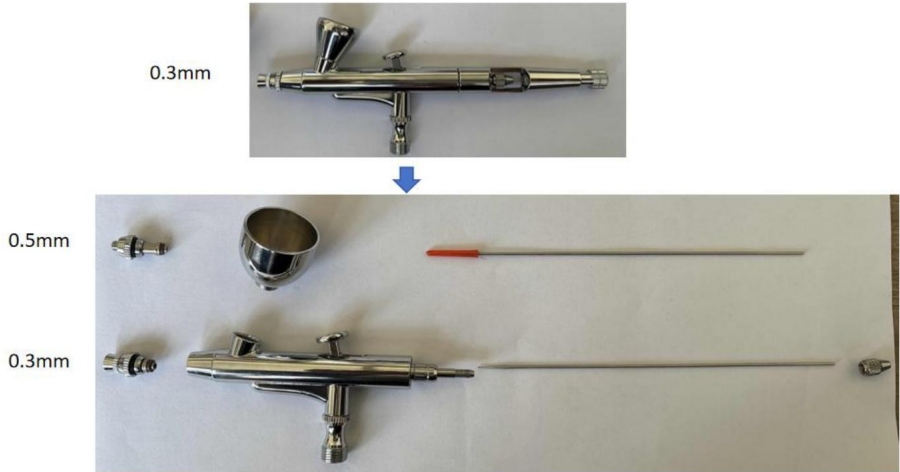

Figura 1-1
1.1 Retire la tapa de la boquilla n.º 2, la boquilla n.º 4 y la aguja n.º 6 como se muestra en la Figura 1-1.